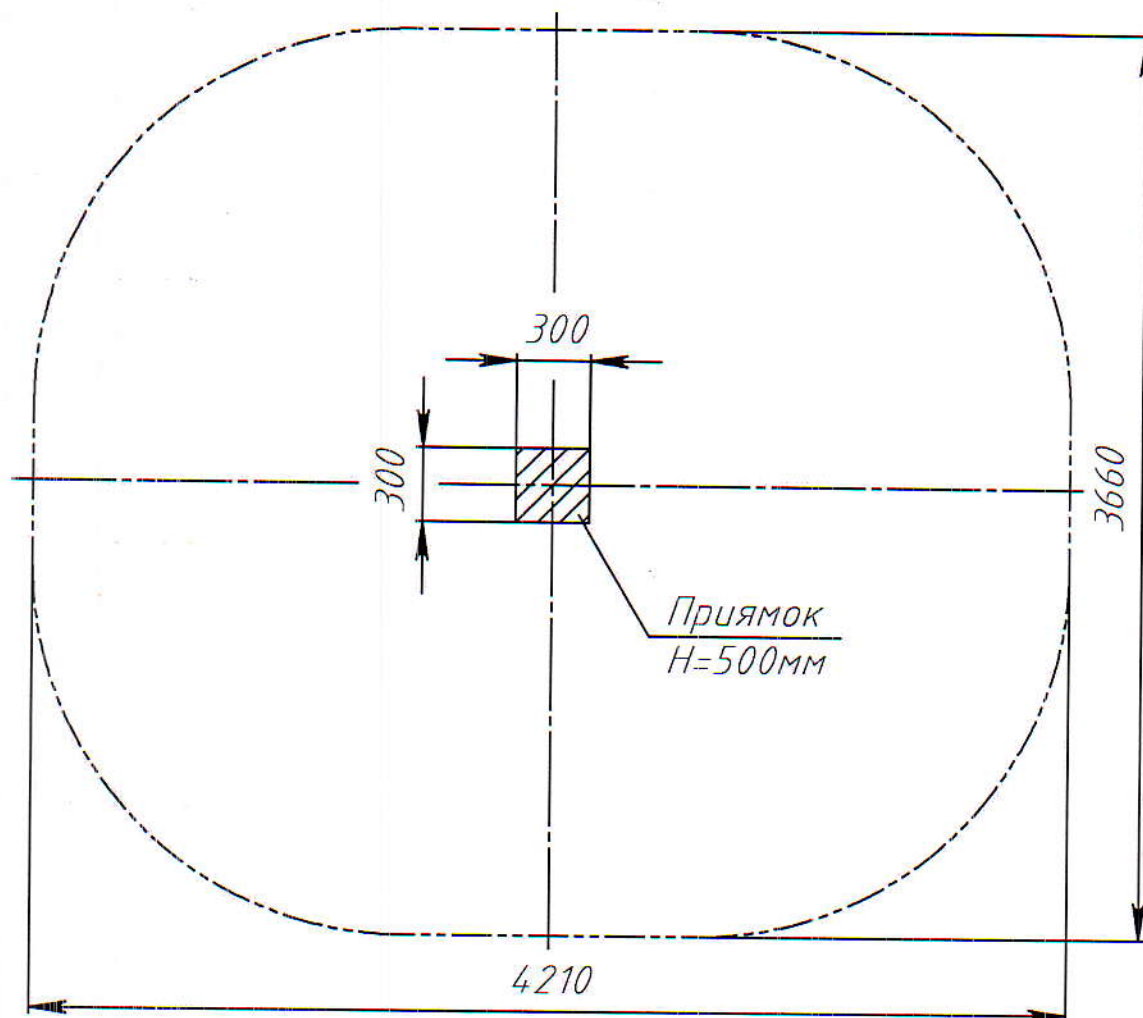

Рис.3 План фундаментного прямка тренажера РТР 513Т
3.6. Монтаж тренажера заключается в бетонировании фундаментного блока 7 и закреплении на нем стойки 1. Фундаментный приямок выполнить в соответствии с планом фундамента (рис. 3).